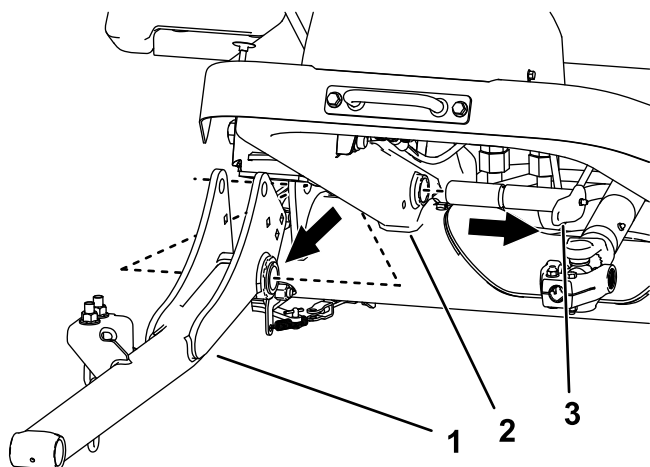

Рисунок 5
- E. Снимите подъемные рычаги и большие штифты с рамы машины (см. рис. Рисунок 5).